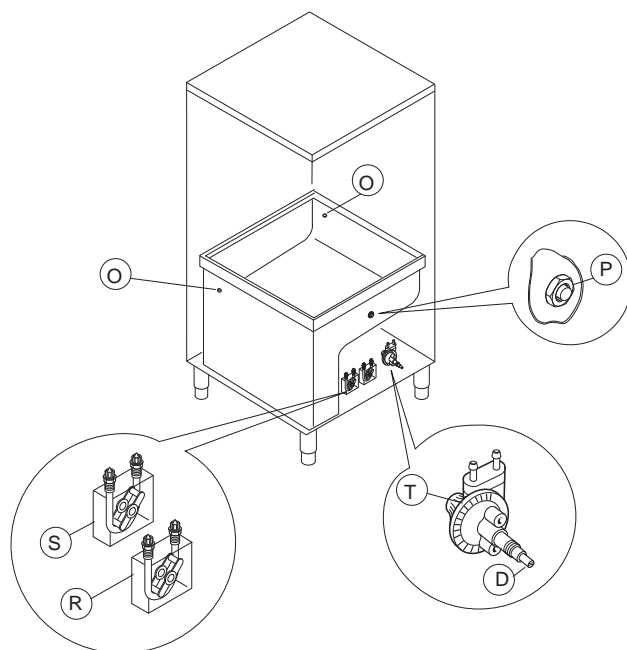

Figura 12
1. Lavastoviglie con pompa dosatrice detersivo incorporata (Figura 12).
2. Lavastoviglie con pompa dosatrice brillantante peristaltica incorporata (Figura 12).
Predisposizione per dosatore automatico di detersivo (Figura 12)
Nelle macchine con boiler a pressione, il dosatore a membrana può essere attivato manualmente premendo il vite “D” (Figura 12).
Per variare il dosaggio agire opportunamente  sulla vite "D" (Figura 12).